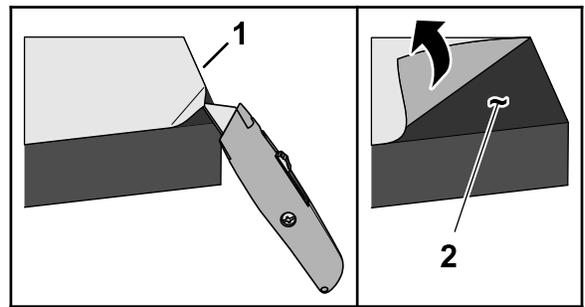

図 3
3. **図 3**のように、2個のプラグの接着剤PSA側から裏紙を剥がす。